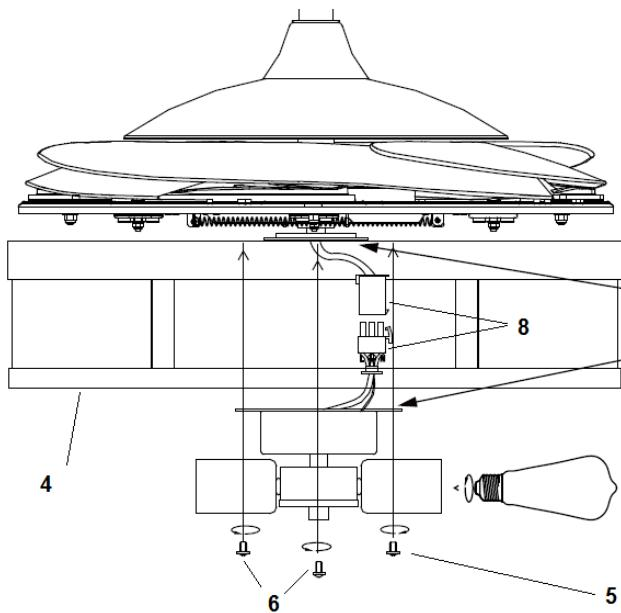

Fig. 10
4. Conecte las clavijas (8) juntas. **Fig. 10**
5. Afloje el tornillo (5) de la pantalla de la lámpara (4). Alinee los dos tornillos de ranura (6) con las ranuras del kit de luz (7).